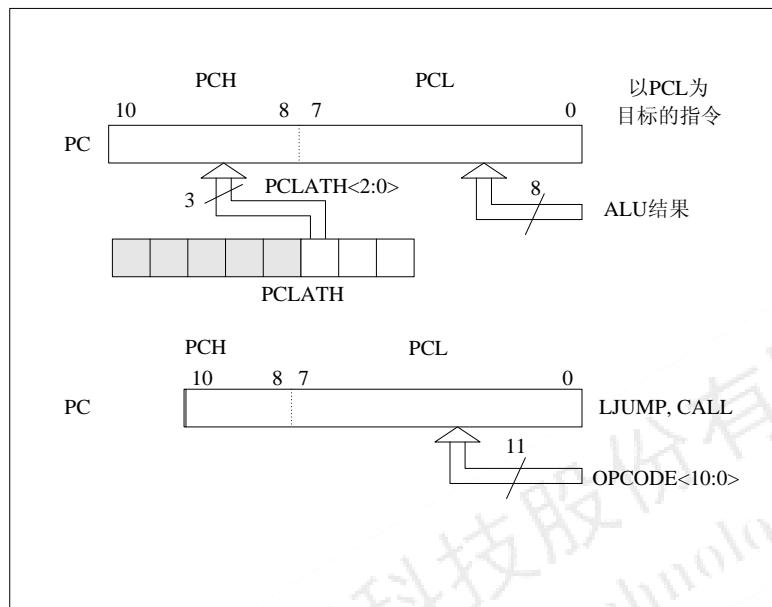

图 2-3: 在不同情况下装载 PC
程序计数器 (PC) 为 11 位宽。其低 8 位来自可读写的 PCL 寄存器，高 3 位 (PC<10:8>) 来自 PCLATH，不能直接读写。只要发生复位，PC 就将被清零。图 2-3 显示了装载 PC 值的两种情形。图 2-3 上方的例子说明在写 PCL (PCLATH<2:0>→PCH) 时是如何装载 PC 的。
MDT10F273 器件具有 8 级深 x11 位宽的硬件堆栈 (见图 2-2 和 图 2-3)。堆栈空间既不占用程序存储区空间，也不占用数据存储区空间，而且堆栈指针是不可读写的。当执行 CALL 指令或当中断导致程序跳转时，值 PC 将被压入 (PUSH) 堆栈。而在执行 RET、RTIW 或 RTFI 指令时，堆栈中的断点地址将从堆栈中弹出 (POP) 到 PC 中。PCLATH 不受 PUSH 或 POP 操作的影响。